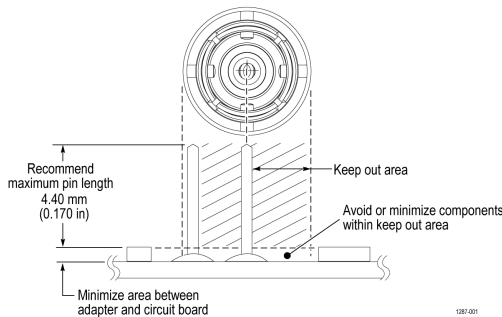

図20: アダプタの設置要件
ソルダ・ピンは、回路基板の表面実装コンポーネントの周囲に取り付けることができますが、アダプタの電気接続を良好にするために、十分な隙間を確保してください 図20: アダプタの設置要件 (48 ページ)
3. 必要に応じて少量の接着剤を塗布すると、さらに回路基板への固定が強化されます。ただし、アダプタの電気接点を良好に保つために、塗布する接着剤の厚みを最小限に抑えてください 図20: アダプタの設置要件 (48 ページ)